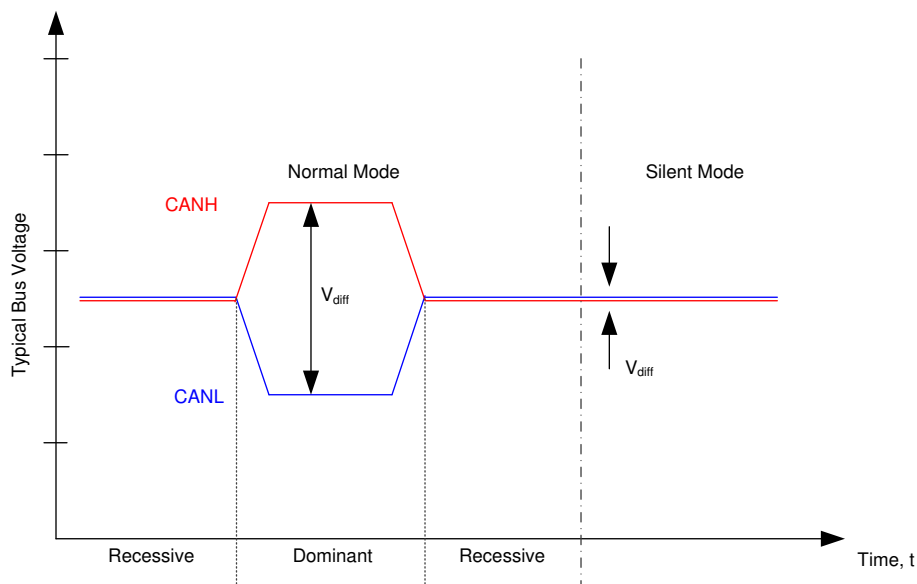

图 7-1. 总线状态
CAN 总线在运行期间有两种逻辑状态：隐性和显性。请参阅图 7-1。
(1) X = 不相关
(2) 有关总线状态，请参阅图 7-1